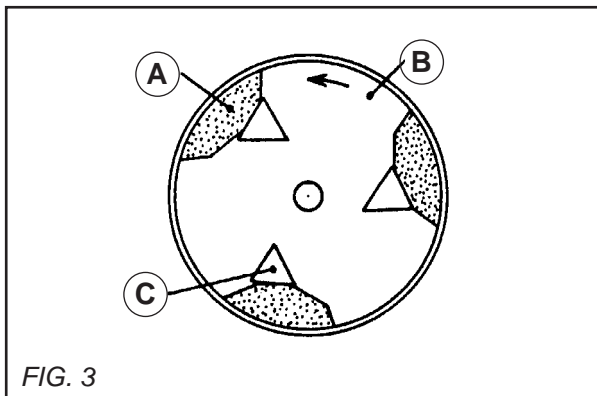

FIG. 3
- Coloque o bloco magnésiano (A) no prato (B) de forma a apresentar a parte angular do bloco entre o calço (C) e a extremidade do prato. Encaixe o bloco efectuando uma pressão orientando simultaneamente o calço pela maior superfície de apoio possível (VER FIG. 3).